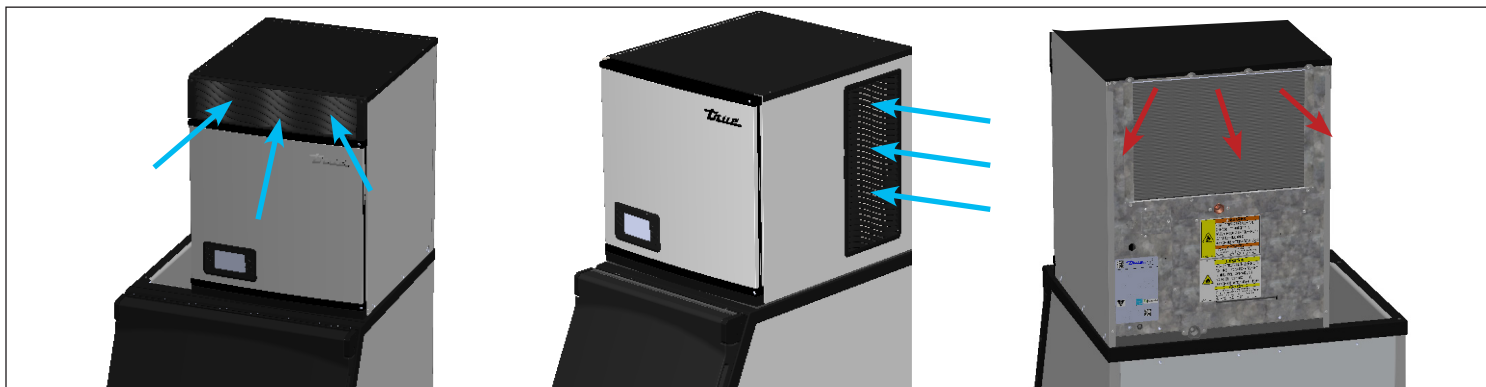

Рис. 2. Воздух поступает спереди/по бокам и выходит сзади.
- Льдогенератор в процессе эксплуатации втягивает воздух спереди или с боков и выпускает воздух сзади. См. рис. 2. Льдогенератор также периодически меняет направление вращения двигателя вентилятора, чтобы удалить грязь со змеевика конденсатора.